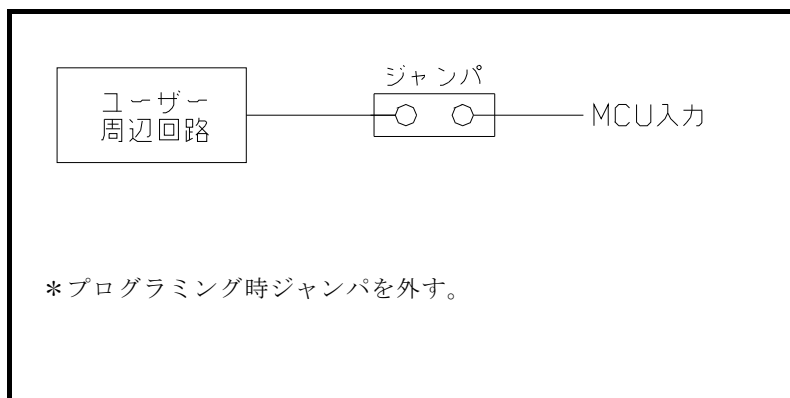

図4.2 ジャンパによる衝突防止回路
(2) ユーザ周辺回路が出力となる場合の衝突防止回路例を図4.2に示します。